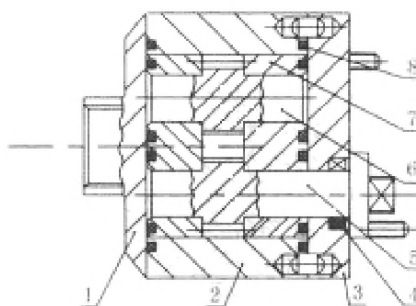

Рисунок 4-27. Шестеренчатый насос CBN-E306-XL.
(1) Структура и принцип работы шестеренчатого насоса.
Шестеренчатый насос – это тип оборудования, предназначенный для перевода энергии двигателя в гидравлическую мощность. Шестеренчатый насос, установленный на тракторе серии ТУ, разделен на правый роторный и левый роторный насосы. Шестеренчатый насос (смотрите рисунок 4-27) преимущественно состоит из пары валов шестерней (5), (6), насосного блока (2), втулки (7), передней и задней крышки (1), (3) и т.д.